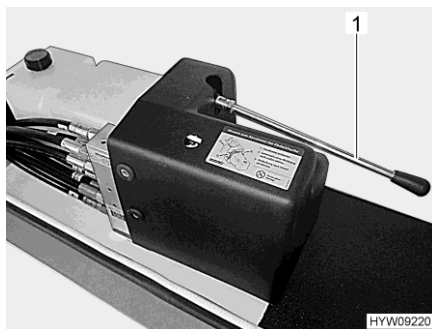

Fig. 45 Levier (commande de secours)
- Rentrer le vérin stabilisateur à l'aide de la pompe manuelle. Pour cela, pomper à l'aide du levier (Fig. 45,1), jusqu'à ce que le vérin stabilisateur soit rentré.